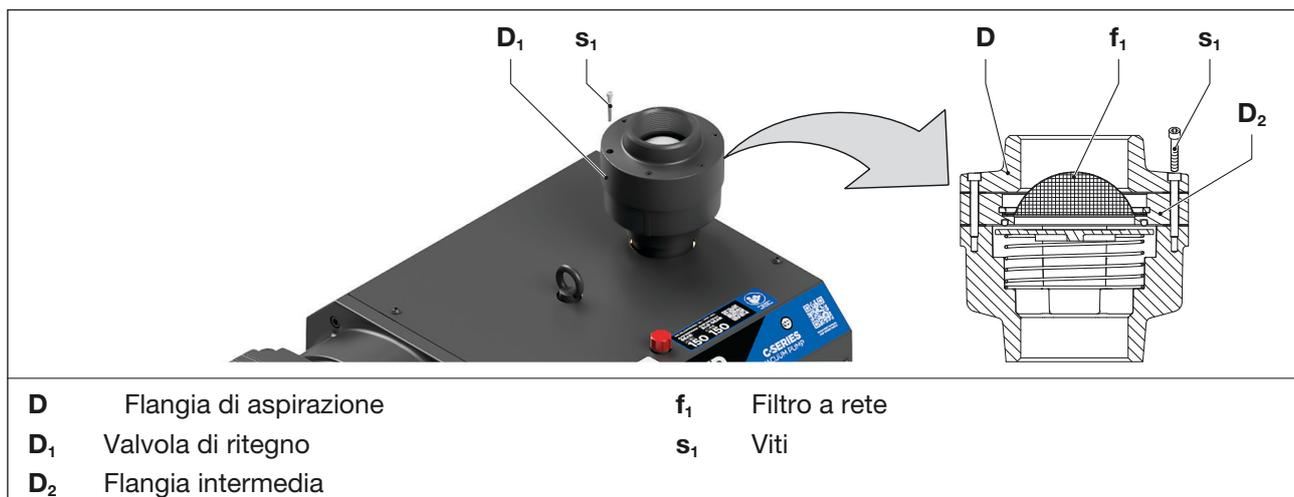

Fig. 6 Filtro a reticella
- Rimuovere la flangia di aspirazione (Fig. 6/D) dopo aver allentato le viti (Fig. 6/s₁).
- Rimuovere la flangia intermedia (Fig. 6/D₂) con il filtro a rete (Fig. 6/f₁).
- Pulire il filtro a reticella (Fig. 6/f₁). Controllare anche che la valvola di non ritorno (Fig. 6/D₁) non sia contaminata e, se necessario, pulirla.
- e) Rimontare la flangia intermedia (Fig. 6/D₂) con il filtro (Fig. 6/f₁) e la flangia di aspirazione (Fig. 6/D) e serrare le viti (Fig. 6/s₁). Coppia: 10 Nm.